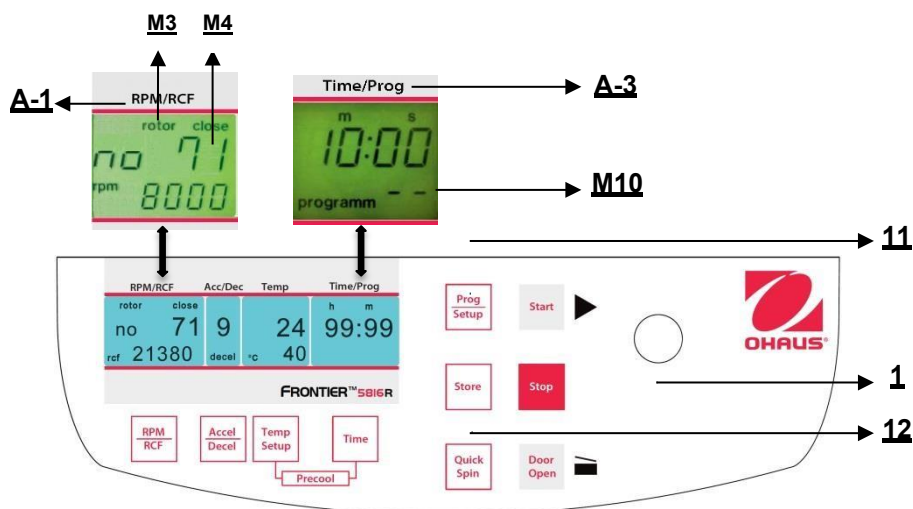

Abbildung. 28
Um gespeicherte Programme aufzurufen, drücken Sie die Taste **"Prog/Setup"** (11) (siehe Abbildung 28), während der Deckel bereits geschlossen ist. Innerhalb der Anzeige **"Time/Prog"** (A-3) erscheint **"programm--"**(M10). Die gewünschte Programmnummer kann vorab mit dem Anpassungsknopf (1) ausgewählt werden.